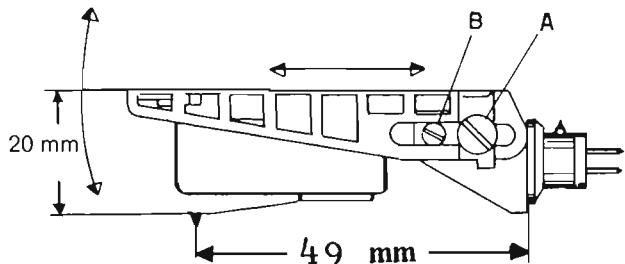

Fig. 4
- Desserrer légèrement les deux vis A de chaque côté de la tête amovible et la petite vis B (voir fig. 4).
- Die beiden Schrauben A auf jeder Seite des abnehmbaren Tonabnehmervkopfes und die kleine Schraube B (siehe Abb. 4) etwas lösen.
- Den Tonarm auf eine Schallplatte legen (vorsichtshalber keine wertvolle Platte benutzen) und den vertikalen Abtastwinkel einstellen, indem man den Tonabnehmervkopf mehr oder weniger gegenüber dem Tonarm neigt (senkrechter Pfeil in Fig. 4).
Cette distance est optimum (230 mm) lorsque la pointe de lecture se trouve à 49 mm de la surface arrière verticale de la tête amovible. (voir fig. 4).
Dieser ist optimal eingestellt, wenn der Abstand zwischen Nadelspitze und Hinterkante des Tonkopfes 49 mm beträgt (siehe Fig. 4). Nach dieser Einstellung sind auch die Schrauben A wieder anzuziehen.